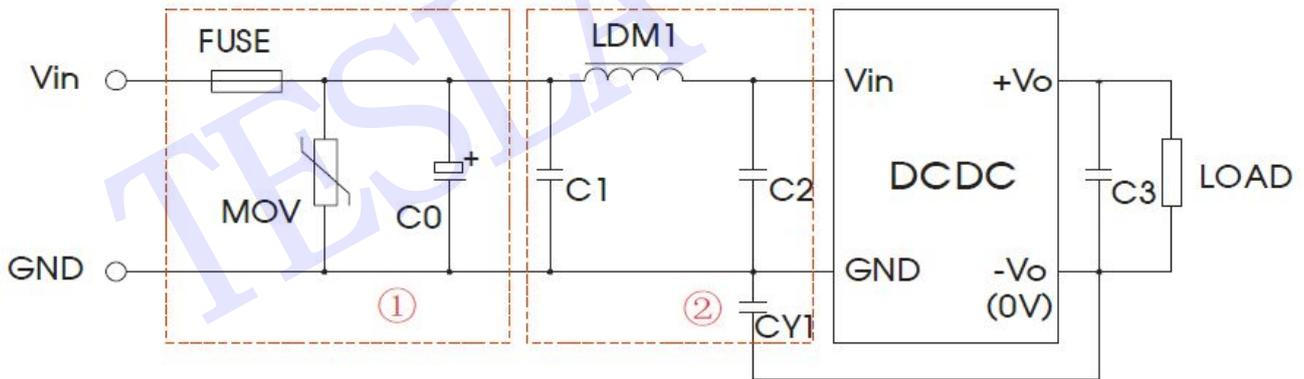

图 3
辐射骚扰	CISPR22/EN55022 CLASS A (裸机)/CLASS B (推荐电路见图 3-②)
脉冲群抗扰度	IEC/EN61000-4-4 ±2KV (推荐电路见图 3-①) perf. Criteria B
浪涌抗扰度	IEC/EN61000-4-5 ±2KV (推荐电路见图 3-①) perf. Criteria B
- ①图 3 中第①部分用于 EMS 测试; 第②部分用于 EMI 滤波, 可依据需求选择;
- ②若图中元器件无附其参数说明, 则此型号外围中不需要这个元器件。